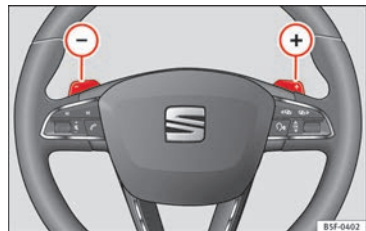

Abb. 170 Lenkrad: die Hebel für Automatikgetriebe.
- Um einen Gang hochzuschalten, tippen Sie die Schaltwippe  **» Abb. 170.**